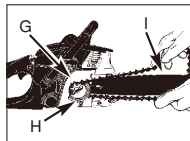

Bild. 3E
8. Lassen Sie die Kette um das Kettenrad (G) und hinter das Kupplung (H) rutschen. Versichern Sie sich, dass die Glieder zwischen die Kettenrads-Zähne passen. (Bild. 3E)
9. Führen Sie die Trieb-Glieder in die Rille (I) und um das Ende der Führungsleiste. (Bild. 3E)